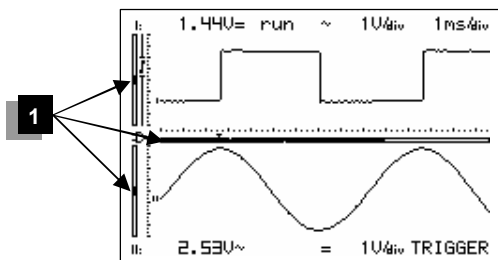

Fig 39
First press the 'Move' key before pressing the arrow keys in order to move the signal in the direction of the arrows. Prolonged pressing will make the X or Y- position change faster. A black bar (1) indicates the relative position of the signal in the window, see fig. 39 to 41.
Druk eerst op de „move“-toets vóór men de pijl-toetsen indrukt voor het verschuiven van van het signaal in de richting van de pijlen. Langdurig indrukken zal de X of Y-positie sneller verschuiven. Een zwarte schuifbalk (1) duidt de relatieve positie van het signaal op het scherm, zie fig. 39 tot 41
Enfoncez d'abord la touche "move" avant d'utiliser les curseurs fléchés pour déplacer le signal dans la direction voulue. Maintenez la touche enfoncée pour déplacer rapidement la position Y. Une barre noire (1) indique la position relative du signal dans l'exemple de fenêtre. (Fig.39 à 41)
Drücken Sie zuerst die „move“ Taste, bevor Sie die Pfeiltasten drücken. Das Signal wird in Richtung der gedrückten Taste verschoben. Langes Drücken sorgt für ein schnelleres Verschieben der Y-Position. Ein schwarzer Rollbalken (1) zeigt die relative Position des Signals im schirm (Abb. 39 bis 41).